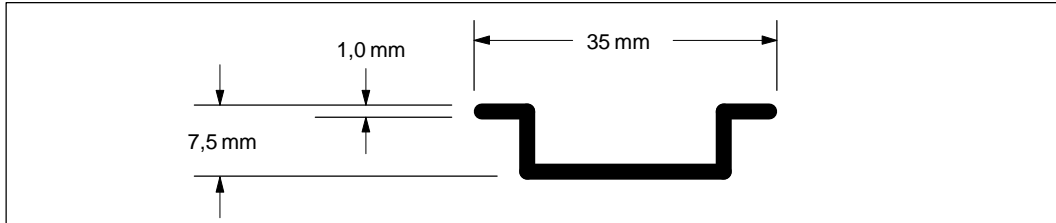

Figura 2-3 Dimensioni della guida standard
La CPU S7-200 e le unità di ampliamento (EM) possono essere installate su una guida standard (DIN) (DIN EN 50 022). La figura 2-3 riporta le dimensioni della guida.